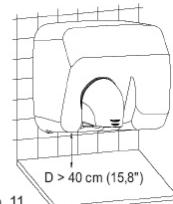

Abb. 11
**HINWEIS:** Bei den Automatik-Modellen ist ein Mindestabstand von 40 cm (15.75") zu eventuell vorhandenen Konsolen, Ablageflächen oder Waschbecken einzuhalten (siehe Abb. 11).